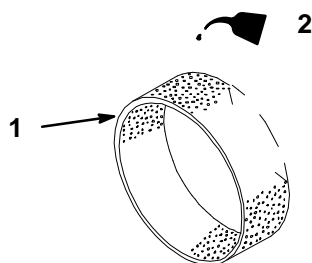

Abbildung 18
- C. Den Einsatz mit ein bis zwei Unzen Öl tränken (Abb. 18). Einsatz drücken, um das Öl gleichmäßig zu verteilen.